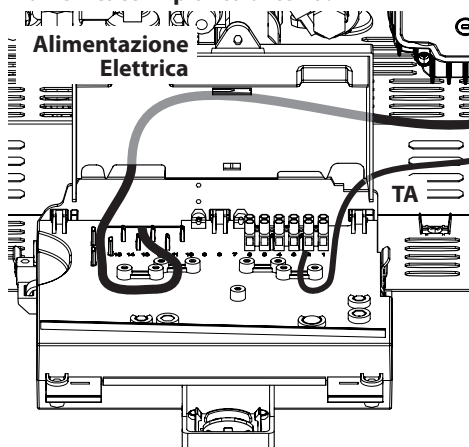

Figura 5.7
- Collegare il cavo di alimentazione elettrica all'interruttore onnipolare rispettando la corrispondenza della linea (filo marrone) e del neutro (filo azzurro) (Figura 5.7).